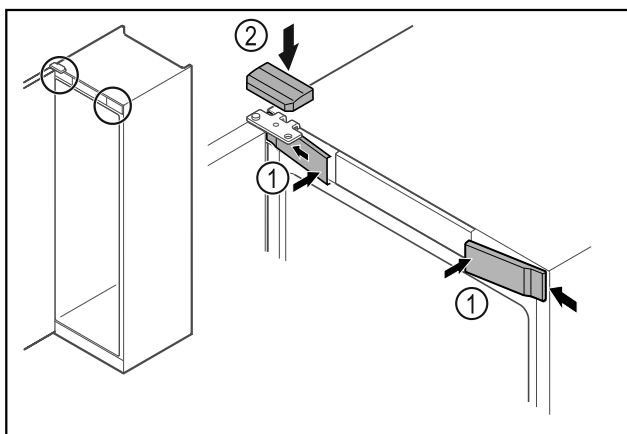

Fig. 66
- Αναρτήστε τα μπροστινά καλύμματα Fig. 66 (1) στο πλάι και κουμπώστε τα.
- Κουμπώστε το επάνω κάλυμμα Fig. 66 (2) από πάνω.